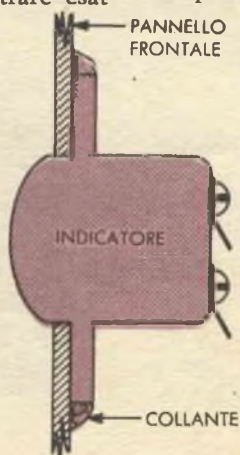

Fig. 1 - Lo strumento viene incollato all'apertura praticata sul pannello frontale dell'apparecchio.
**Modifiche dell'apparecchio** - Per prima cosa togliete il riparo posteriore del ricevitore e segnate sulla parte interna del piano frontale dell'apparecchio il posto in cui lo strumento può essere sistemato senza che vada a toccare altri componenti; togliete poi le manopole e le viti di fissaggio del telaio ed estraete quest'ultimo dal mobile. Con un trapano e una lima praticate nel piano frontale dell'apparecchio, nel posto prima segnato, un'apertura tale che l'indicatore di sintonia vi combaci esattamente (fig. 1). Per fissare l'indicatore al pannello, il modo più semplice è di incollarlo sopra con collante alla cellulosa, avendo cura di lasciarlo ben asciugare prima di continuare il lavoro.